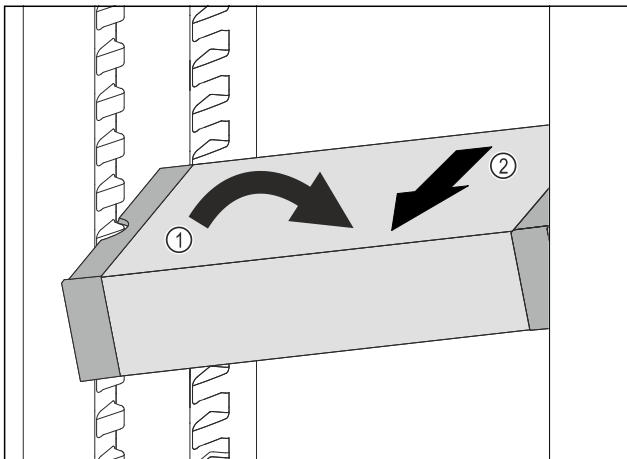

Fig. 126
- VarioSafe im Kühlteil schräg stellen. Fig. 126 (1)
- VarioSafe nach vorne entnehmen. Fig. 126 (2)